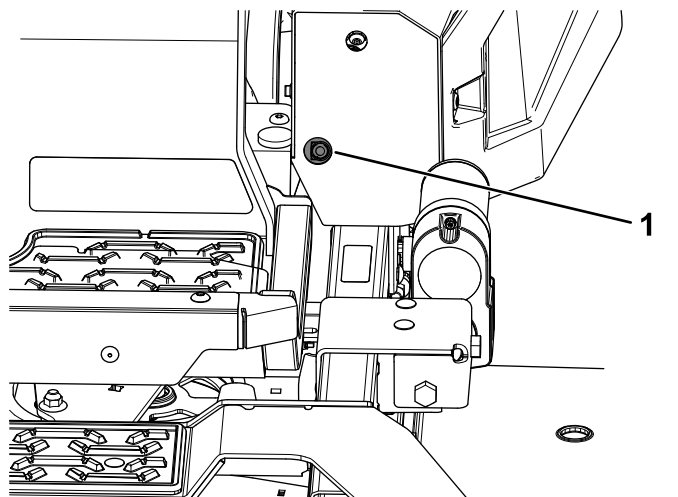
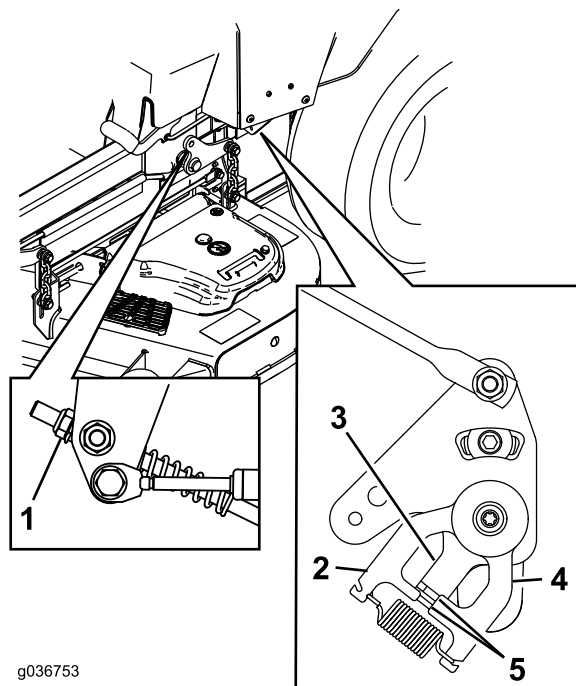

Bild 70
Bild 71
11. Stellen Sie die Länge der Pumpenschaltstange ein, indem Sie die Mutter in die entsprechende Richtung drehen, bis sich die Räder leicht rückwärts drehen (**Bild 70** und **Bild 71**).